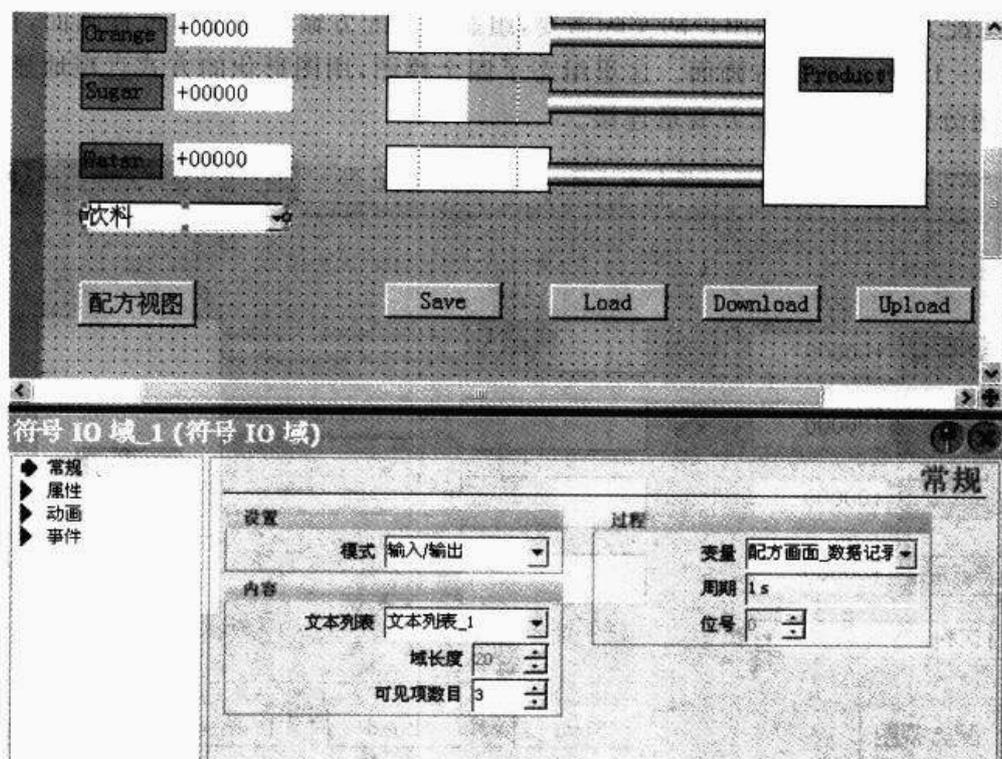

图 10-17 配方画面—符号 I/O 域
⑤ 组态一个符号 I/O 域,用以在画面中直观地选择配方数据记录,如图 10-17 所示。该符号 I/O 域连接步骤④中组态的文本列表和一个用以存储配方数据记录的变量。这样,通过在符号 I/O 域中选择文本列表中不同的文本内容,则可引用到存储数据记录变量的相应数值。